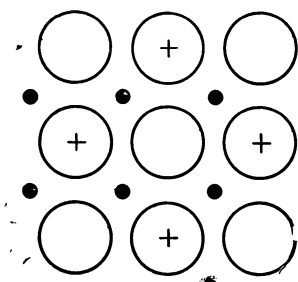

Рис. 20. Металлический тип кристаллической решетки.
**4. Металлические решетки.** В узлах металлических решеток расположены положительные ионы и нейтральные атомы, между которыми свободно передвигаются внешние валентные электроны (рис. 20). Эти свободные электроны образуют вокруг ионов как бы «электронный газ». Положительно заряженные ионы прочно связаны с электронной сферой силами электростатического притяжения. Такое строение кристаллической решетки обуславливает высокую электро- и теплопроводность металлов, прочность, упругость, непрозрачность, металлический блеск и другие свойства.